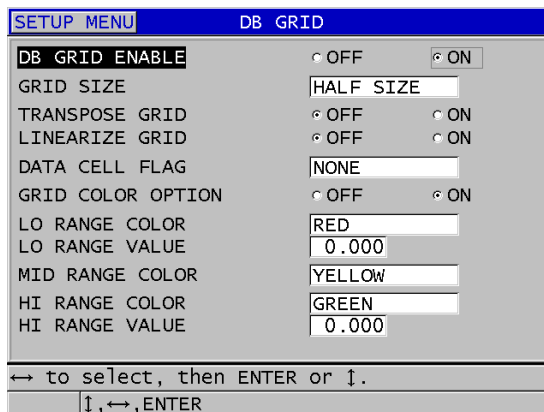

図 10-9 DB グリッドパラメータの変更
3. DB グリッド画面（165 ページの図 10-9 参照）で、以下の手順を実行します。